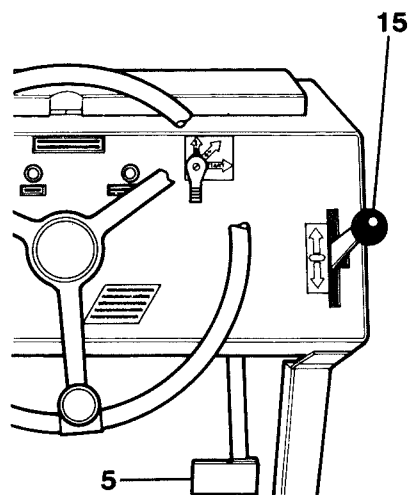

Fig 19
- 2 Ställ fram/backreglaget (15), fig 19, i läge NEUTRAL.
- 3 Dra åt parkeringsbromsen (2).